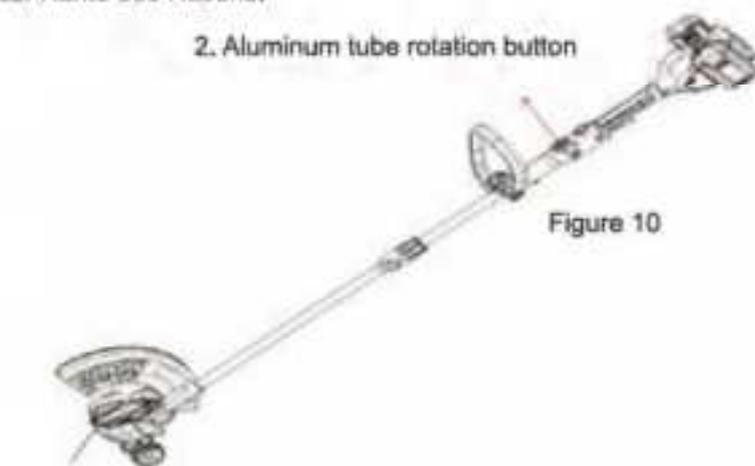

Figure 10
- Drücken Sie ein und halten Sie die Verriegelungstaste "10" in der Abbildung 10, Halten Sie den Schneidkopfstand mit dem Aluminiumrohr.
- Lassen Sie die Aluminiumrohr-Rotationstaste "2" in der Abbildung 10, Drehen Sie das Aluminiumrohr um 90°. Führen Sie das Gerät, wie gezeigt, langsam entlang der Kante des Rasens.